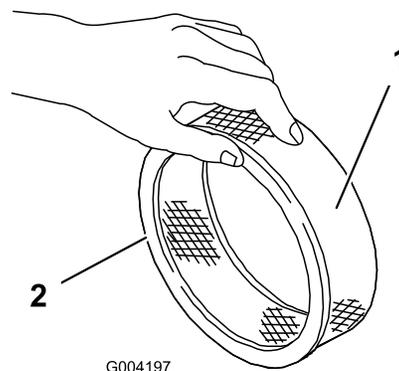

Figura 16
5. Controllate che il filtro in carta non sia strappato, che non abbia strati untuosi e che la guarnizione in gomma non sia danneggiata (Figura 16).
1. Fate scorrere attentamente il prefiltro in schiuma sintetica sul filtro di carta (Figura 16).